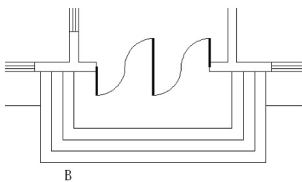

图 2.106 修剪与台阶重合的散水线
(2) 在 **选择要修剪的对象**, 或按住 Shift 键选择要延伸的对象, 或 [栏选(F)/窗交(C)/投影(P)/边(E)/删除(R)/放弃(U)]: 提示下, 选择与台阶重合的散水线, 结果如图 2.106 所示。